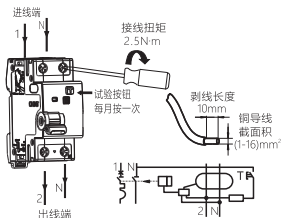

图4 接线示意图
5.3 适用于铜导线连接，导线选择见表2，接线方式及剥线长度如下图4